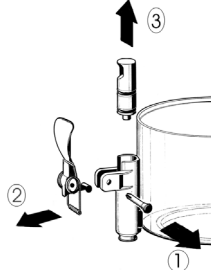

Bild 1
- 3 Den Hahn in der angegebenen Reihenfolge zerlegen (siehe Abbildung 1).
- 3 Den Hahn an den Behälter anbauen; dabei mit Bezug auf die Zerlegung in der umgekehrten Reihenfolge vorgehen (siehe Abbildung 1).